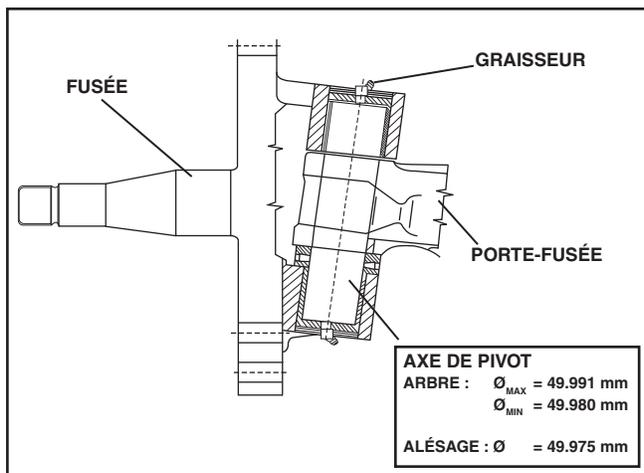

Figure 3 - Assemblage de fusée
- Examiner périodiquement les porte-fusées et les axes de pivot afin de s'assurer que tout déplacement de haut en bas demeure dans les limites de tolérances prescrites (voir Figure 3) par le fabricant. Ceci empêchera qu'un cognement excessif n'endommage le roulement de butée.
Pour plus de détails, voir Figure 3 et le manuel ESSIEU AV/3° ESSIEU RL-85 A.C de ZF.